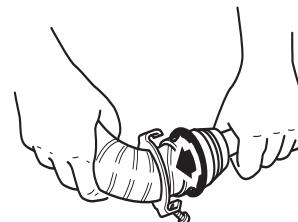

Figura 27
- ▶ Piegare il tubo di scarico fumi come richiede la situazione di montaggio. Il tubo deve avere all'estremità un tratto diritto di almeno 2 cm e in questa zona non può essere piegato. Per garantire questo è possibile utilizzare il piegatubi AE (n. art. 30030-33000) disponibile come accessorio per la piegatura del tubo di scarico fumi (Figura 27).